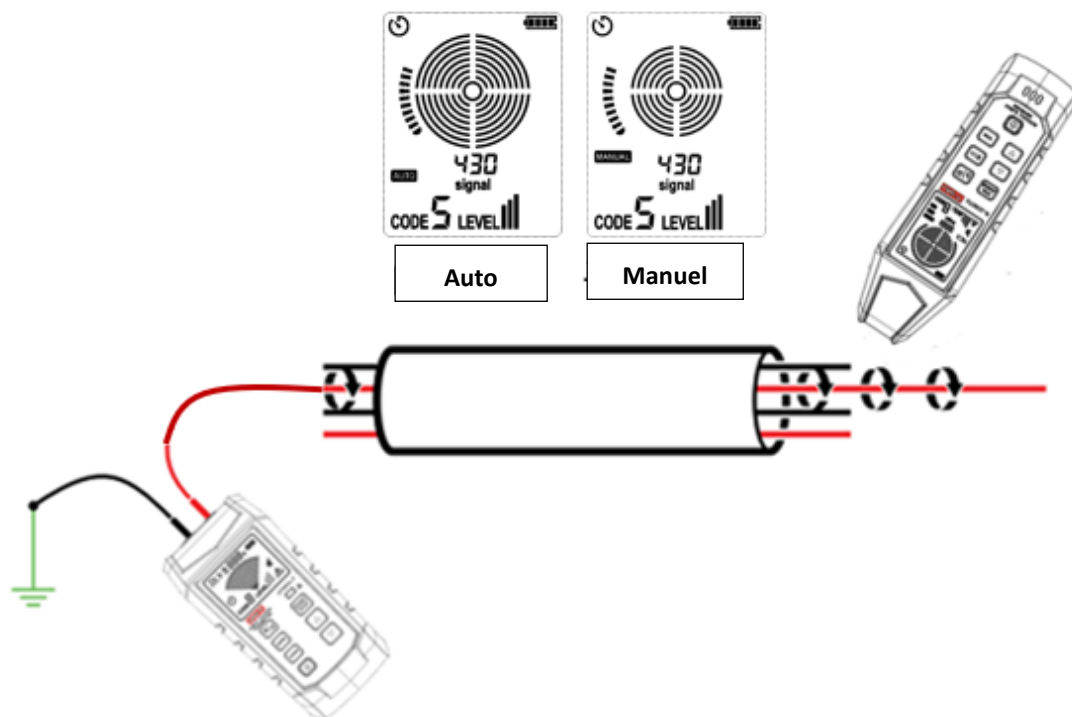

Figure 8.8.1a Identification du câble spécifique dans le faisceau de câbles
5. Référez-vous à la figure 8.8.1a pour l'application spécifique.